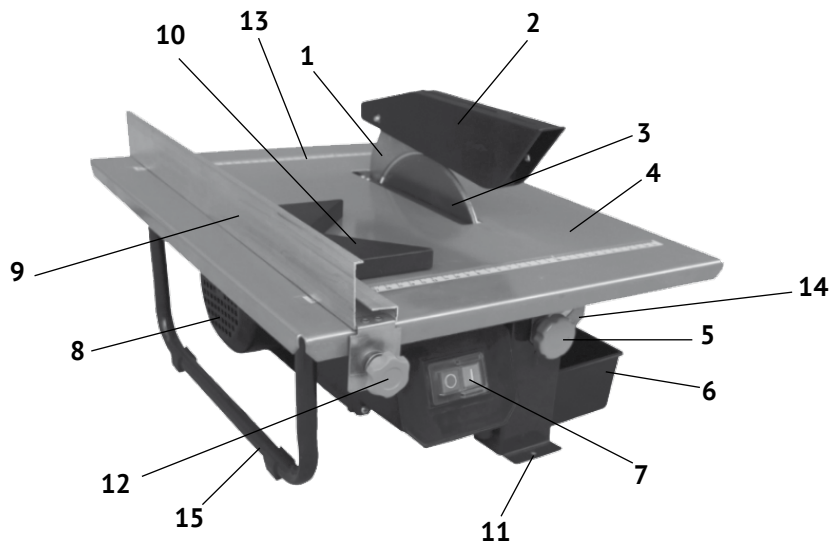
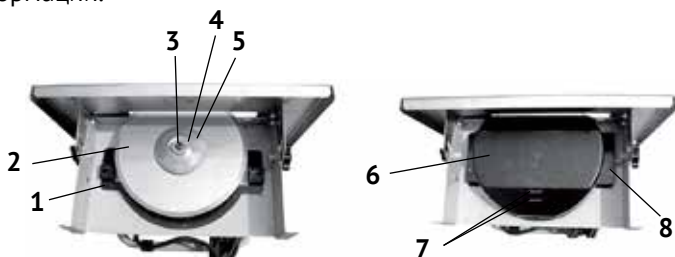

рис.1
рис.2
1.6 Общий вид и элементы плиткореза представлены на рис.1
1.7 Асинхронный двигатель крепится на платформе, закреплённой на трубчатой раме (рис.1 поз.15) под рабочим столом (рис.1 поз.4). На вал якоря двигателя, между опорным и прижимным фланцами, крепится отрезной алмазный круг (рис.1 поз.3).
Охлаждение круга во время работы осуществляется погружением его нижней части в поддон с водой. Поддон (рис.1 поз.6) устанавливается под нижний защитный кожух. На кожух нанесены: стрелка, указывающая направление вращения диска, и риски, отмечающие нижний (min) и верхний (max) уровни охлаждающей воды.
1.8 Для установки отрезаемой плитки в нужном положении, на рабочем столе (с двух сторон) нанесена метрическая разметка (рис.1 поз.13).
Заготовка размещается на рабочем столе (рис.1 поз.4) в нужном положении с помощью параллельного (рис.1 поз.9) или углового (рис.1 поз.10) упоров. Разрезаемая плитка подаётся оператором по рабочему столу к отрезному кругу вручную.
1.9 Выключатель – магнитный пускатель (рис.1 поз.7) расположен на блоке управления двигателя. Он имеет две кнопки: зелёная с символом «I» - включение двигателя и красная с символом «0» - выключение двигателя (МЭК 60417).
Плиткорез поставляется полностью собранным, за исключением верхнего защитного кожуха (рис.1 поз.2).
- установить плиткорез на ровной, горизонтальной поверхности рабочего стола (верстака), вставив 2-е резиновые ножки (из комплекта поставки) в крепёжные отверстия (рис.1 поз.11).
- раскрутить болтовое соединение верхнего кожуха (рис.1 поз.2);
- совместив крепёжные отверстия кожуха и расклинивающего ножа (рис.1 поз.1), соединить их болтом и закрепить гайкой. Крепление не должно быть жёстким. Кожух должен иметь возможность вращения вокруг оси крепления, чтобы фиксироваться в выбранном положении относительно круга (рис.1 поз.3);
- установить на нужном расстоянии от круга (справа или слева) параллельный упор (рис.1 поз.9).
- выставив в нужное положение параллельный упор, зафиксировать его зажимным винтом (рис.1 поз.12);
- под нижний защитный кожух установить поддон (рис.1 поз.6) и заполнить его водой. Постоянно следить за уровнем воды по рискам на нижнем кожухе.
- ослабить крепление винтов фиксации (рис.1 поз.5) с двух сторон рабочего стола;
- выставить нужный угол наклона по шкале (рис.1 поз.14);
Замене подлежит алмазный круг, режущая часть которого (напыление) полностью выработалась. Для замены круга (см. рис.2):
- вынуть поддон (рис.1 поз.6) из-под нижнего защитного кожуха (рис.2 поз.6);
- снять нижний защитный кожух, открутив два винта (рис.2 поз.8);
- зафиксировав ключом вал якоря двигателя (рис.2 поз.3), открутить зажимную гайку (рис.2 поз.4), снять с вала прижимной фланец (рис.2 поз.5) и круг (рис.2 поз.2);
- очистить опорный и прижимной фланцы, крышку кожуха (рис.2 поз.1) и сам кожух;